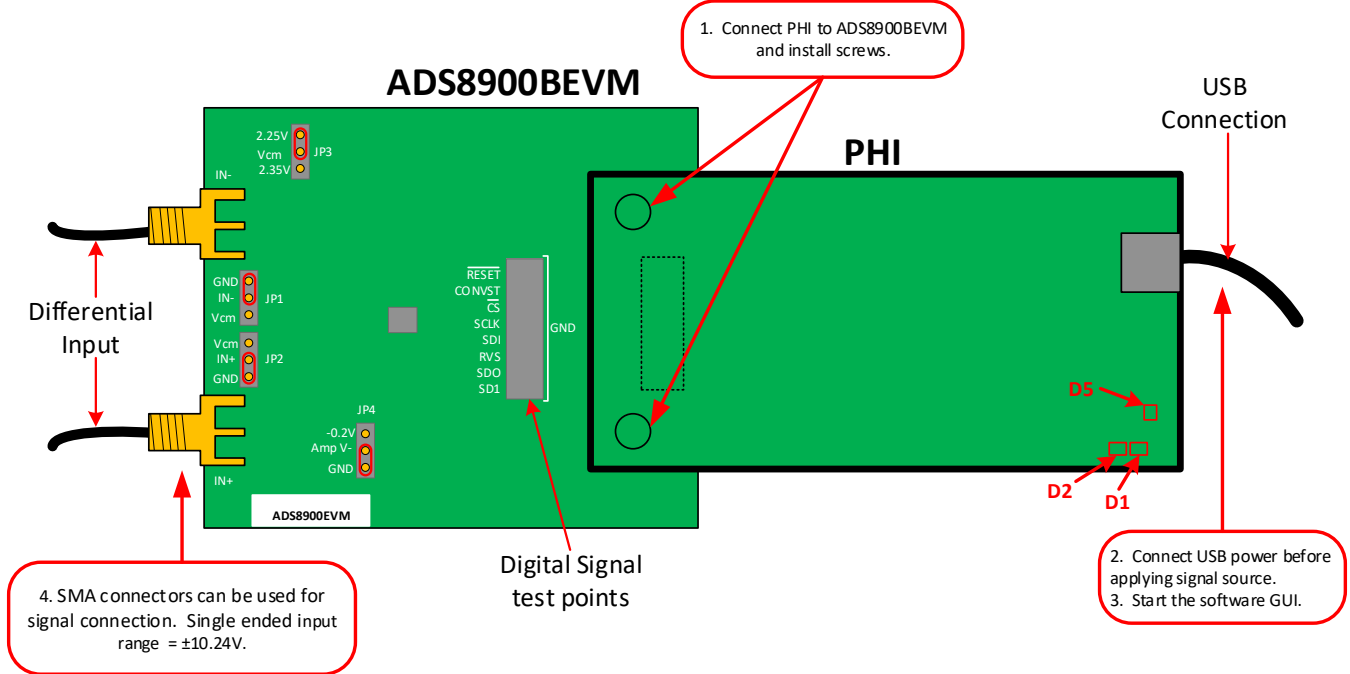

图 6-1. ADS8900BEVM 硬件复位和 LED 指示灯
1. 将 ADS8900EVM 连接到 PHI。按图 6-1 中所示安装两个螺钉。
- PHI 上的 LED D1 和 D2 开始闪烁，表示 PHI 已启动且正在与 PC 通信。图 6-1 显示了相应的 LED 指示灯。